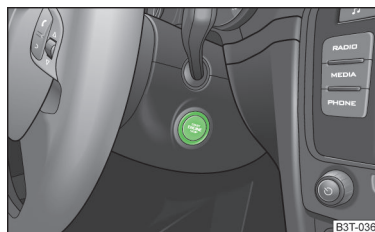

Fig. 123
- Oprți motorul, respectiv decuplați contactul prin apăsarea butonului de pornire » fig. 123.
➤ Apăsați scurt butonul de pornire » fig. 123 la pagina 136, se cuplează contactul.
➤ Apăsați scurt butonul de pornire » fig. 123 la pagina 136 - motorul pornește.
➤ Apăsați scurt butonul de pornire » fig. 123 la pagina 136, se decuplează contactul.
➤ Oprți motorul apăsând butonul de pornire » fig. 123 la pagina 136, simultan se decuplează și contactul.
> Apăsați butonul de pornire » fig. 123 la pagina 136 timp de peste 1 secundă dau de două ori în interval de 1 secundă.